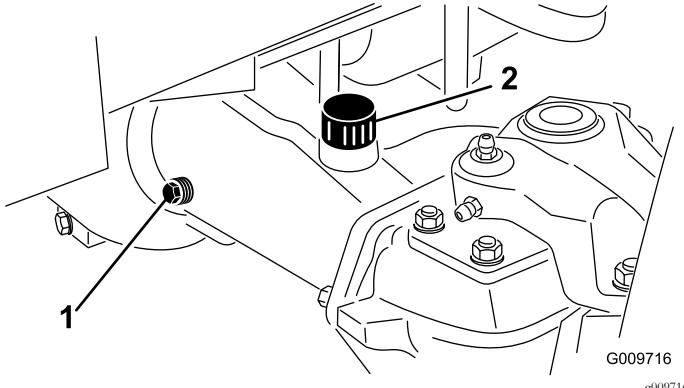

Figura 56
- Togliete il tappo di controllo da un'estremità del ponte (Figura 56) e verificate che il lubrificante raggiunga la base del foro.
**Nota:** Se il livello è basso, togliete il tappo di riempimento (Figura 56) e rabboccate con lubrificante finché non raggiunge la base del foro del tappo di controllo.